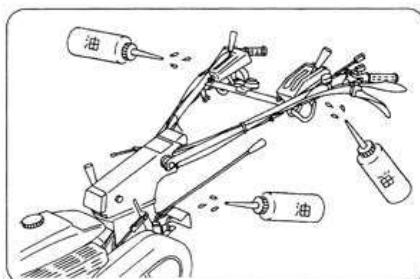

図7
- ❷ すべてのワイヤやレバー等の支点や回動部に注油をして円滑に作動するようにしてください。(図7)